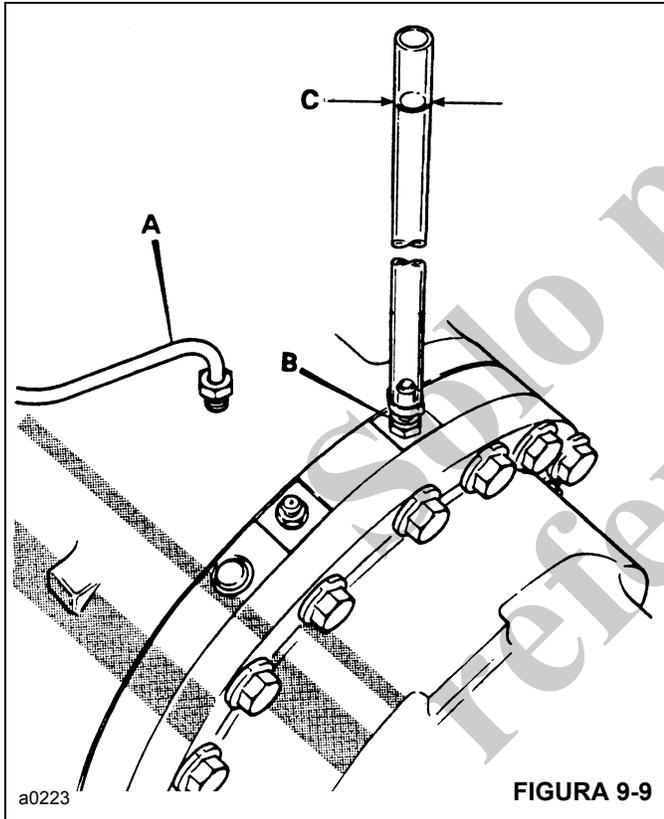

FIGURA 9-9
- a. Instale un adaptador con un trozo de tubo transparente de aproximadamente 120 mm (4.75 pulg) de largo a la lumbrera de émbolo de freno B (Figura 9-9).